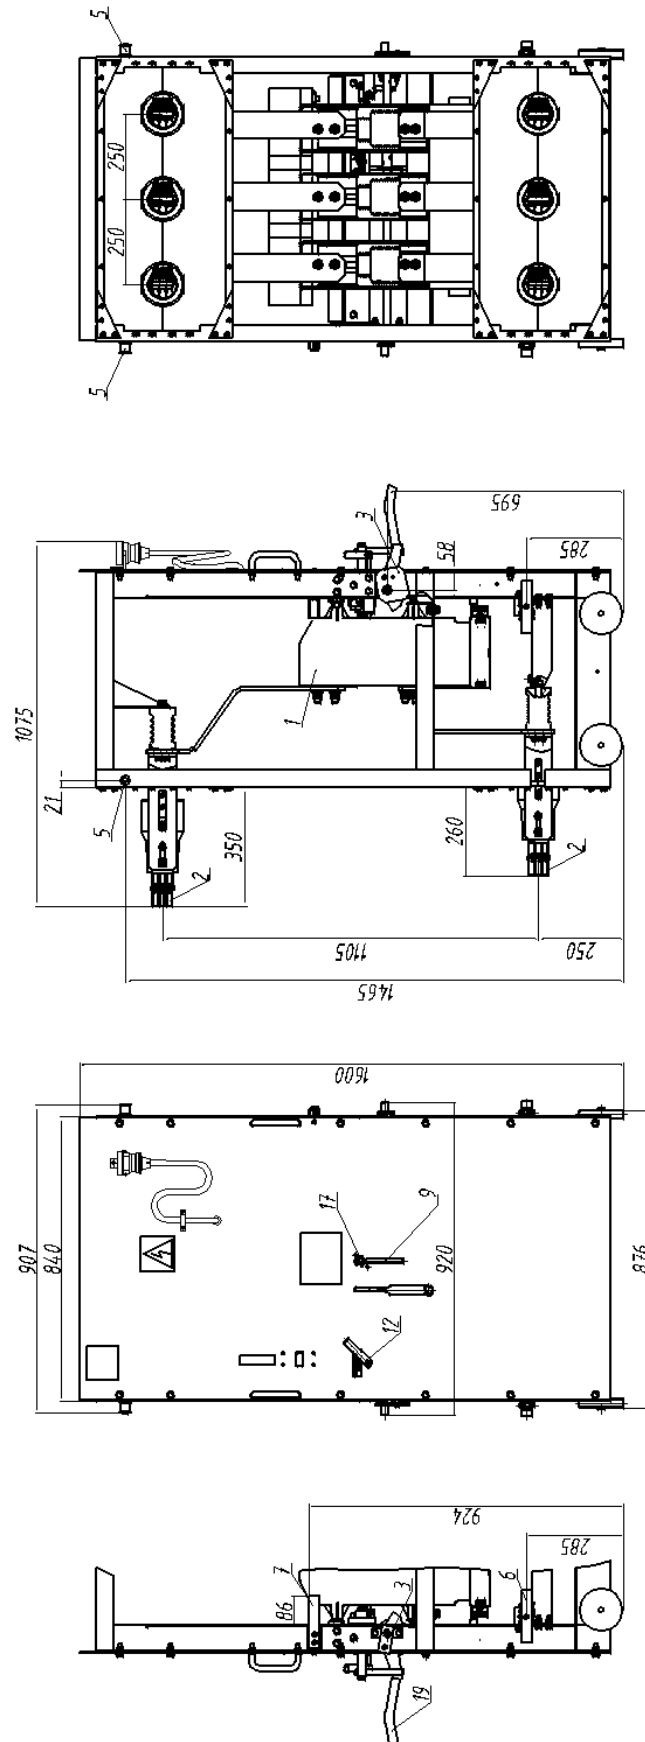
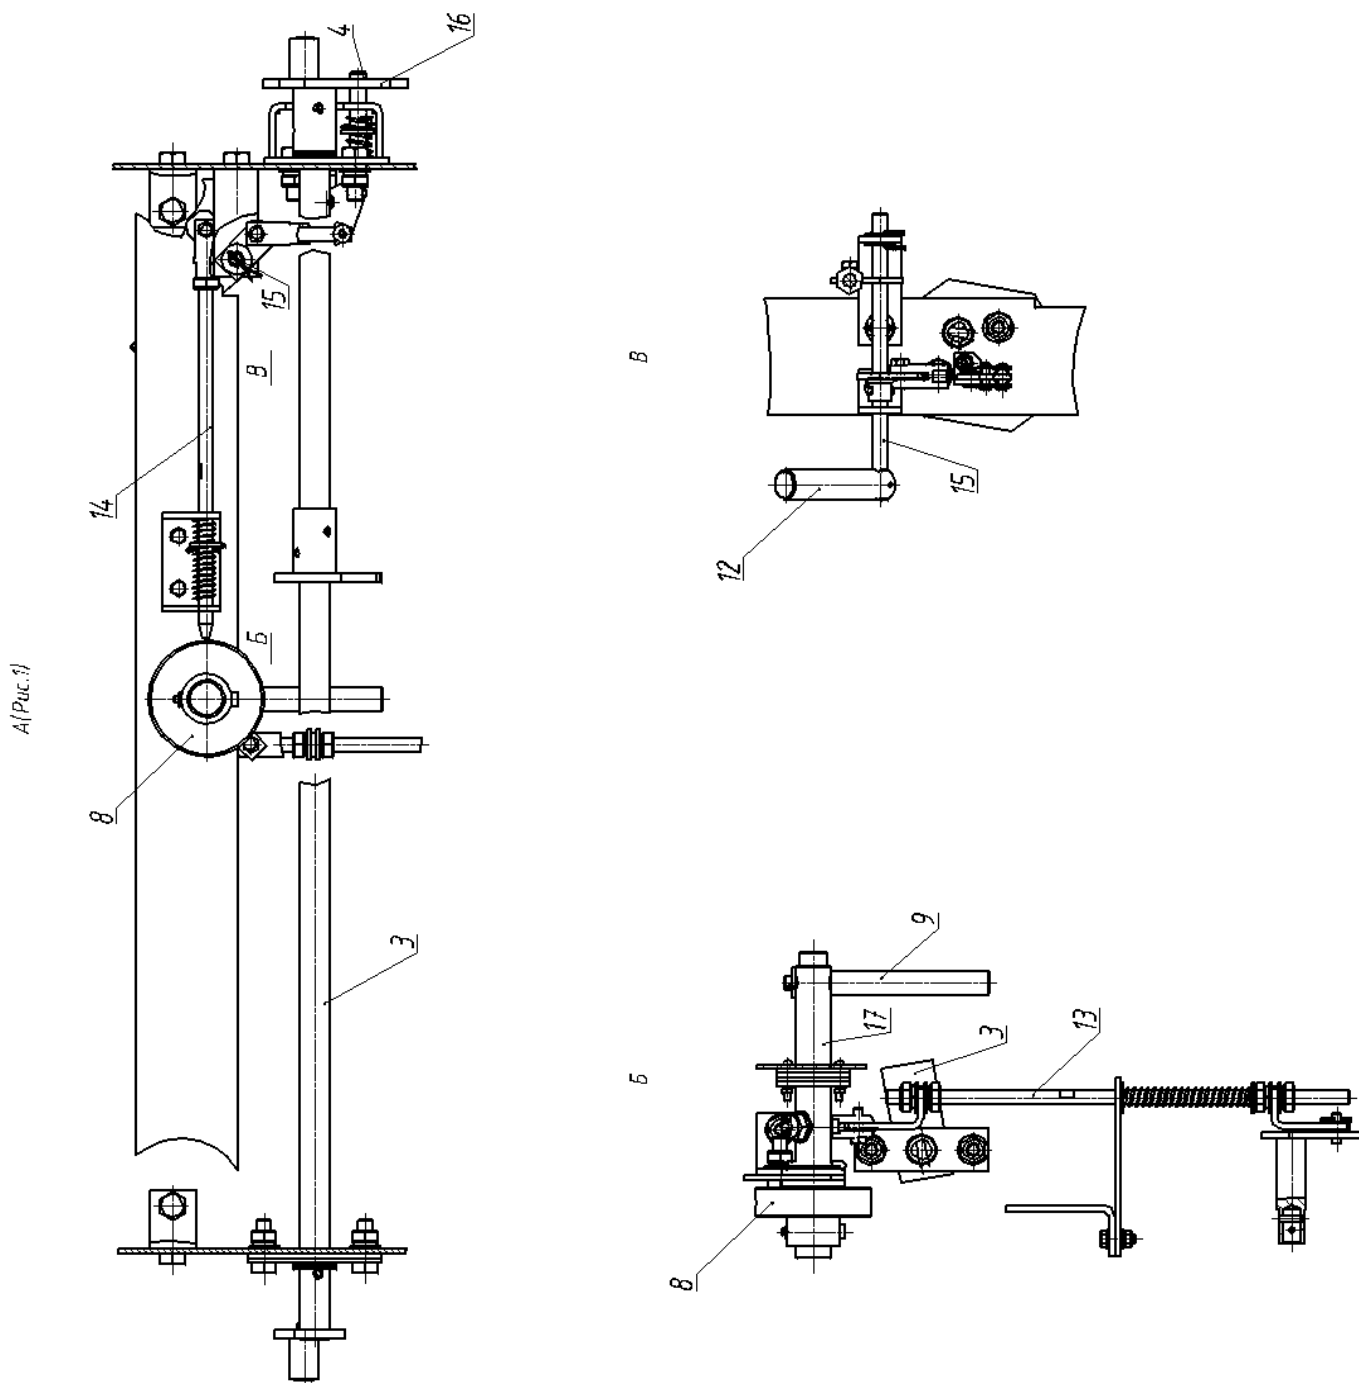

Рисунок 1
Рисунок 2
ВЭ (рис.1) представляет собой сборную конструкцию, отдельные детали и узлы которой крепятся между собой болтовыми соединениями, на которую установлен вакуумный выключатель ВВ/TEL-10-Х/Х-У2-113 поз.1 с элементами главных цепей 2. На ВЭ установлен привод перемещения из контрольного положения в рабочее 3 (см. рис.1), узел стопора 4 (рис.2), ролики для взаимодействия со шторочным механизмом шкафа 5 (см.рис.1), контакты заземления выкатного элемента 6 и швеллер 7, обеспечивающий блокировку от вкатывания при включенном заземляющем разъединителе.
Блокировка не дает перемещать ВЭ из одного положения в другое при включенном вакуумном выключателе, размыкает цепь включения выключателя и обеспечивает механическую блокировку включения выключателя во время перемещения ВЭ. Реализуется это следующим образом, для вкатывания ВЭ в шкаф КРУ необходимо повернуть ручку 12 (см.рис.1), чтобы убрать стопор, препятствующий этому. Если выключатель включен повернуть ручку нельзя, поскольку тяга 14 (см.рис.2) упрется в диск механизма блокировки 8, который жестко завязан с валом ручки ручного отключения выключателя 17. Чтобы убрать препятствие на пути тяги 14 надо выключить выключатель. Когда ВЭ находится в положении между рабочим и контрольным стопор 4 не может вернуться в исходное положение, поскольку упирается в планку 16 (см.рис.2) привода перемещения из контрольного положения
– год выпуска. бочем или контрольном положении ВЭ в шкафу КРУ, входя в специальное отверстие в планке 16 (см. рис.2).
На лицевой стороне ВЭ, на фасадном листе нанесен предупреждающий знак «Осторожно! Электрическое напряжение». Над ручкой ручного отключения 17 (см.рис.1) находится табличка с указанием действий по разблокированию ВВ. Рядом с ручкой стопора 12 (см.рис.1) находится табличка с указанием действий по расфиксации ВЭ. Рядом с ручкой ручного отключения 17 (см.рис.1) находится табличка указателя положения выключателя.
- повернуть ручку ручного отключения 9 против часовой стрелки (см.рис. 1);
- повернуть ручку стопора 12 (см.рис.1), при этом тяга 14 (см.рис.2), жестко связанная с осью 15 на которой крепится ручка, попадет в отверстие диска механизма блокировки 8, который завязан с валом ручки ручного отключения выключателя 17 и не даст включить выключатель;
- осуществить перемещение ВЭ, для перемещения из контрольного положения в рабочее и обратно использовать съемный рычаг 19 (см.рис. 1 и 4), надеваемый на привод 3.